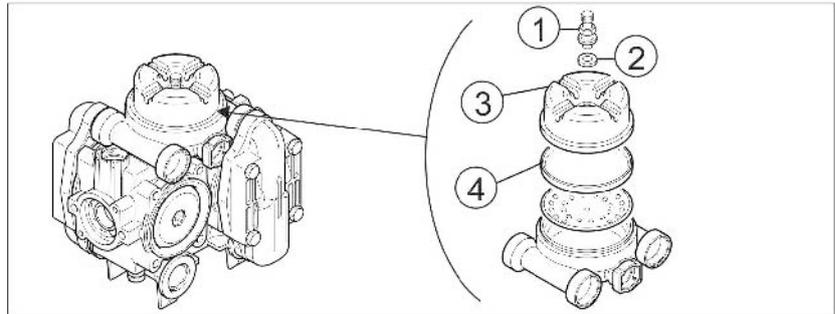

Fig. 200
2. Gegebenenfalls bei nicht laufender Pumpe Öl nachfüllen (maximal bis zur Markierung Fig. 200/1).
5. Antriebswelle wechselweise nach rechts und links drehen und neues Öl langsam auffüllen. Die korrekte Ölmenge ist eingefüllt, wenn das Öl an der Markierung (Fig. 200/1) sichtbar ist.